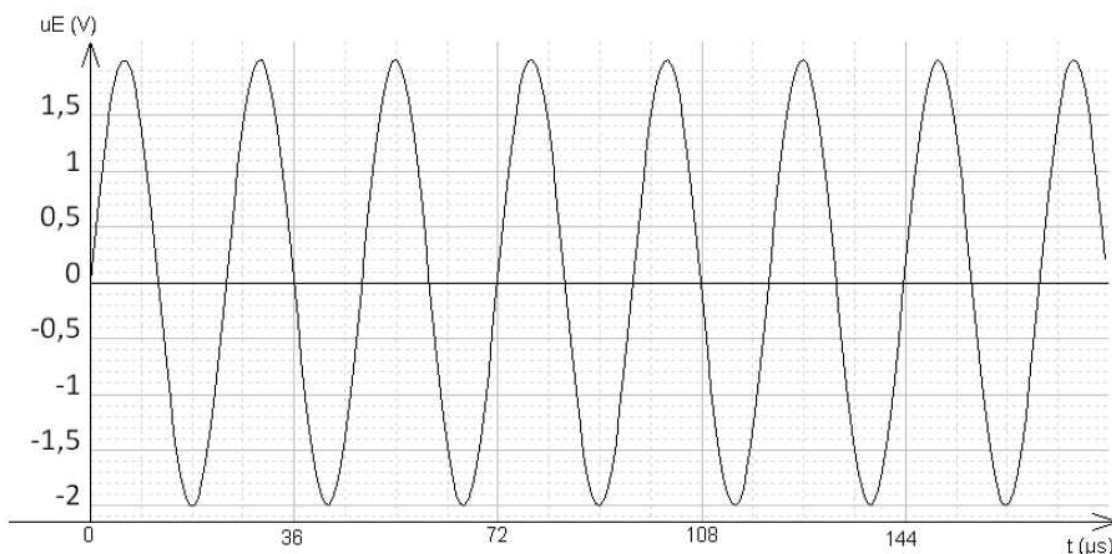

Figure 1
1.1. Déterminer la période T du signal représenté sur la **figure 1**. Expliquer la méthode.